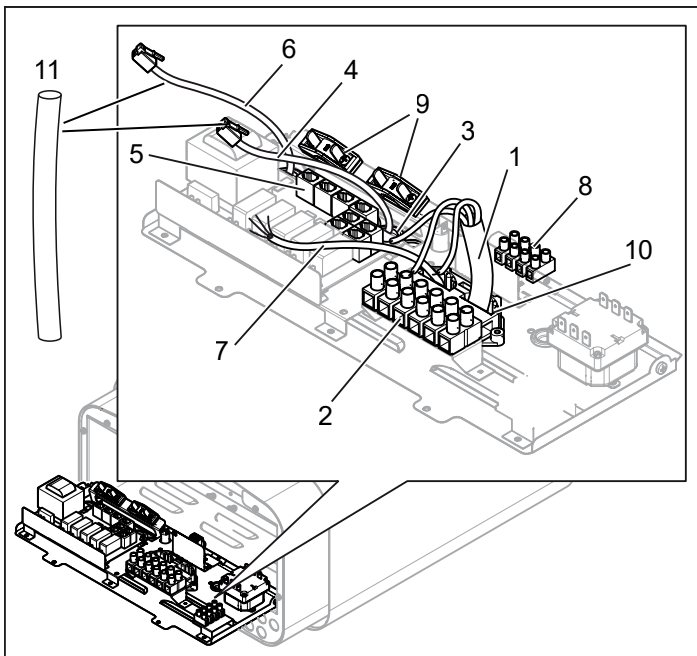
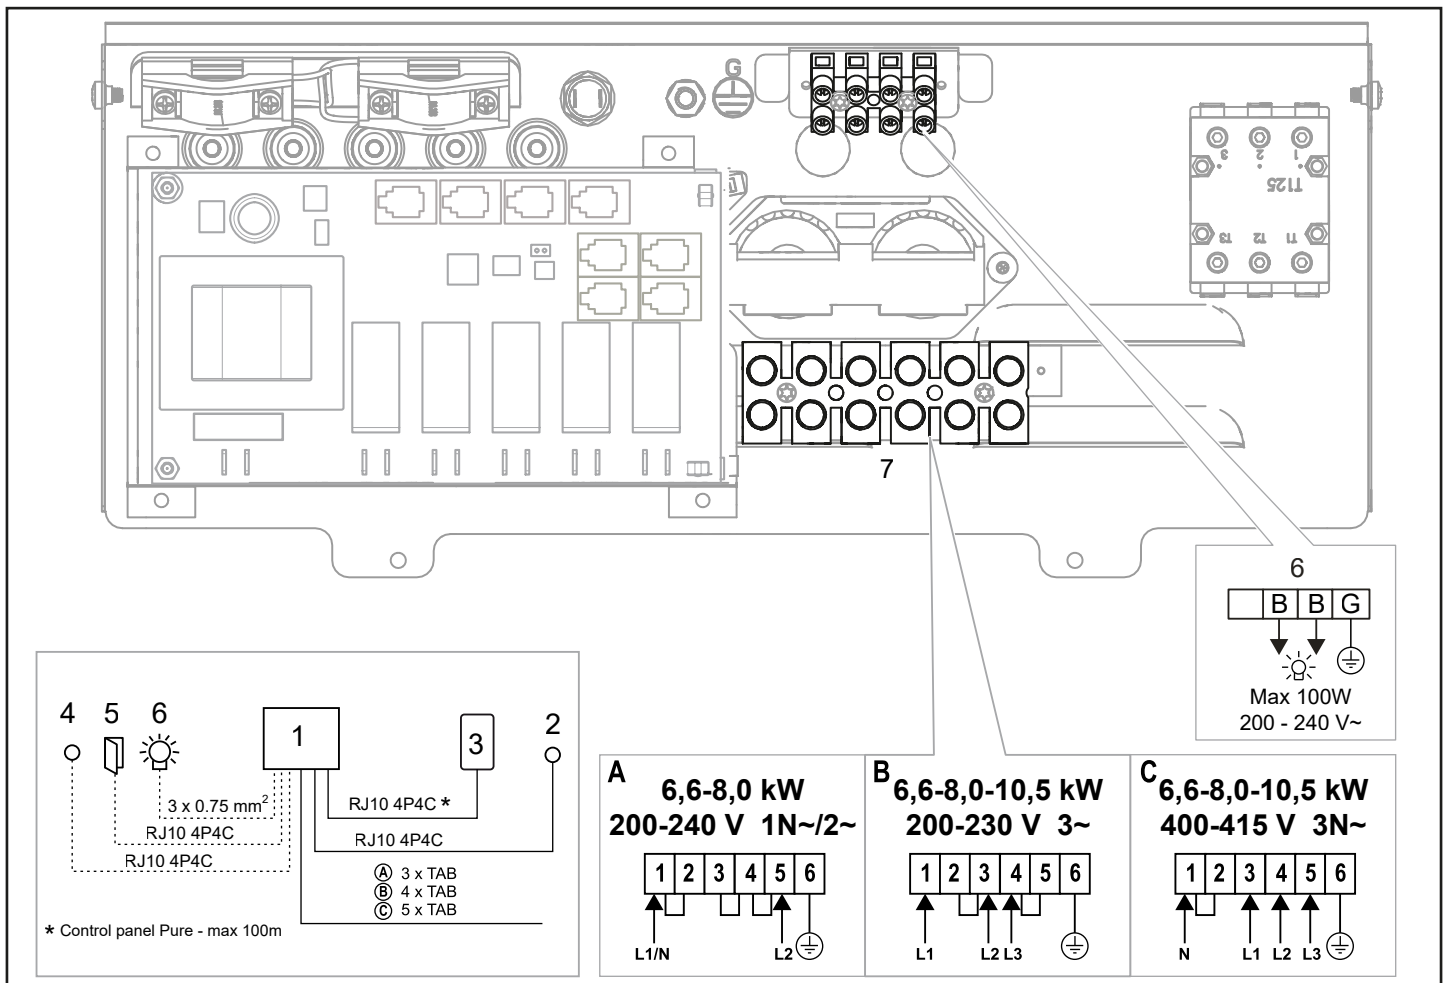
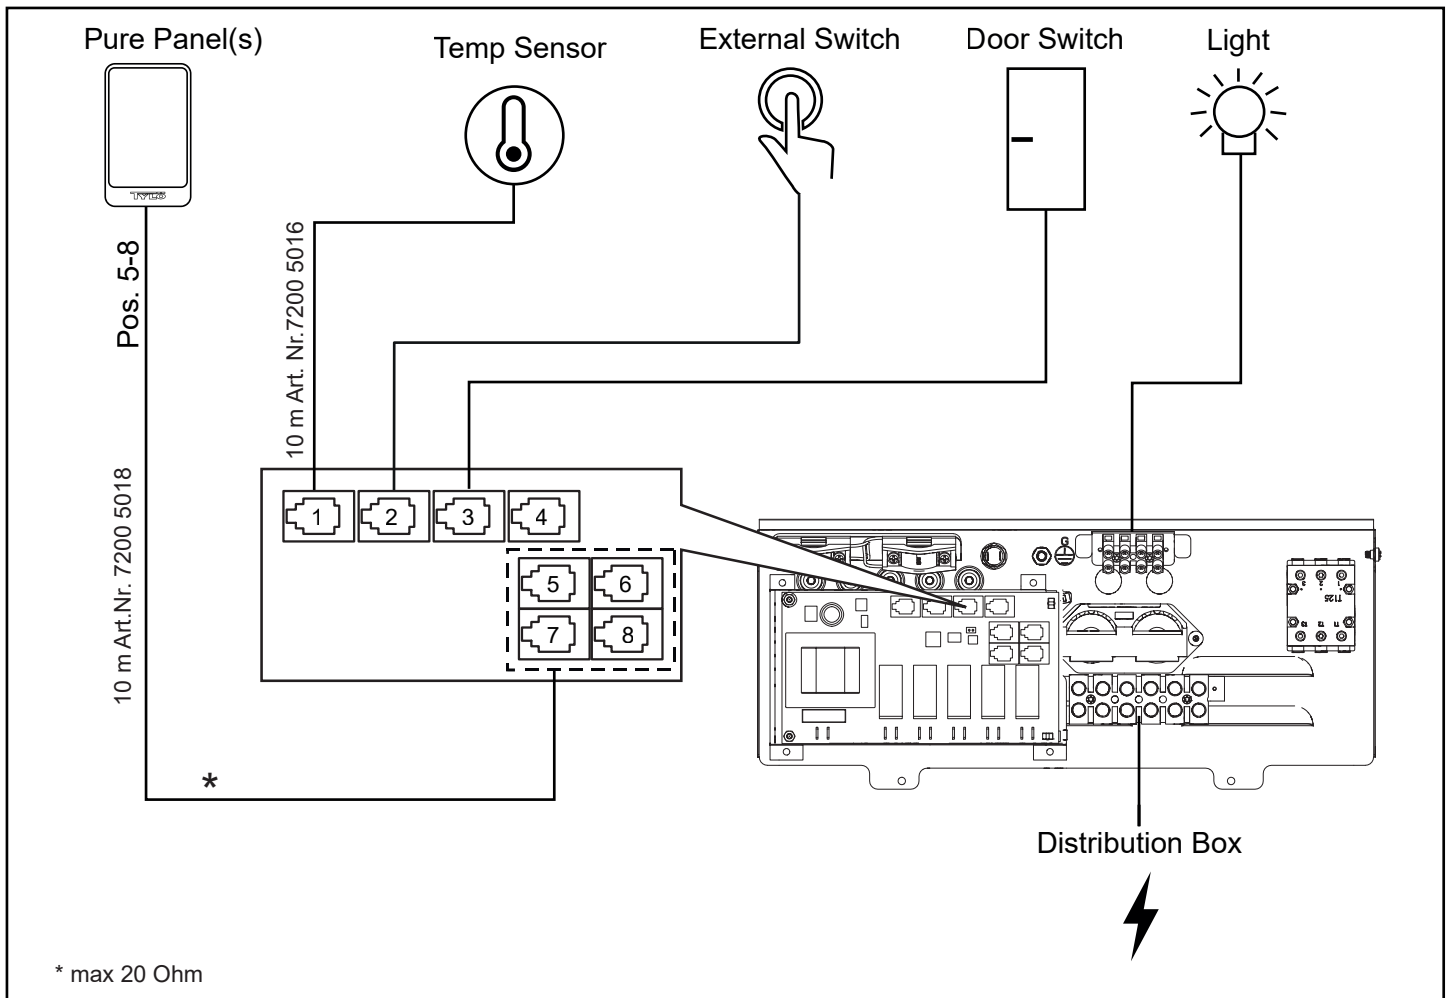

Fig. 9 : Carte électronique
Fig. 17 : Schéma de raccordement
Fig. 18. Schéma d'installation Sense Pure
3. Raccorder le câble électrique (voir la figure 9) selon schéma de raccordement (voir la figure 17).
4. Acheminer les câbles du panneau de commande et du capteur de température à travers les passages de câble (voir figure 9). Raccorder le câble du panneau de commande à l'un des quatre connecteurs RS485 (positions 5 à 8) (voir figure 18).
5. Raccorder le câble du capteur au contact NTC sur la carte électronique (position 1) (voir figure 18).
6. Raccorder le cas échéant le câble de l'éclairage, voir la figure 9, selon le schéma de raccordement, figure 17.
Pour le raccordement à des tensions ou un nombre de phases ne figurant pas sur le schéma de raccordement, figure 17, contacter le service client Tylö.